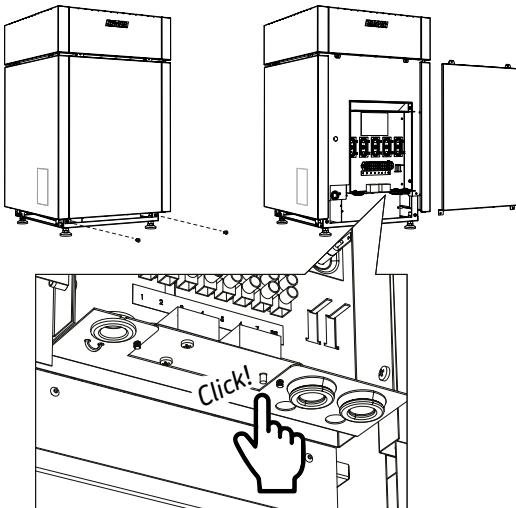

Bild 14. Återställning av överhetningsskydd för ånggenerator
- Kontrollera att inte överhetningsskyddet har löst ut. (Bild 14. Återställning av överhetningsskydd för ånggenerator)
- Instruktioner för återställning av ånggenerators överhetningsskydd (Bild 14. Återställning av överhetningsskydd för ånggenerator)